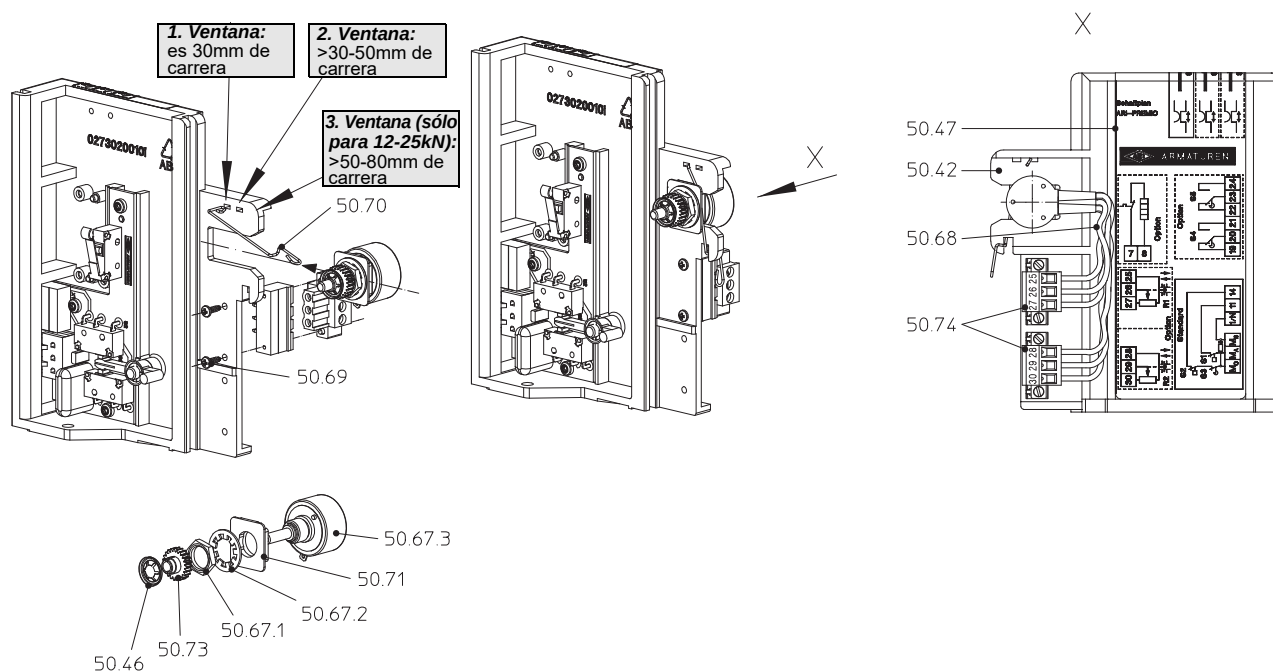

Figura 11: Dispositivo de conmutación y señalización ARI-PREMIO® 2,2 - 25 kN
- Insertar el potenciómetro en la guía y moverlo de forma que el piñón (pos. 50.73) encaje en la cremallera del deslizador de conmutación.
- Enganchar el resorte de flexión (pos. 50.70) en la ventana correspondiente (véase Figura 11) en el soporte de la placa (pos. 50.42) por encima de la guía del potenciómetro, insertarlo en la guía entre la corredera y la guía del potenciómetro, y engancharlo en el recorte debajo del potenciómetro.
- Compruebe que el piñón (pos. 50.73) sea presionado en la cremallera por el muelle de flexión (pos. 50.70) y asiente sin holguras.
- En caso contrario, retirar el resorte de flexión (pos. 50.70), doblarlo ligeramente e insertarlo de nuevo de la misma manera.
- Atornille la regleta de conectores hembra del cable de conexión (pos. 50.68) con dos tornillos autorroscantes en cada caso (pos. 50.69) al soporte de la placa (pos. 50.42) (con potenciómetro simple terminales 25-27).
- Conectar el enchufe adicional de 3 polos (pos. 50.74) en la regleta de conectores hembra del cable de conexión (pos. 50.68).